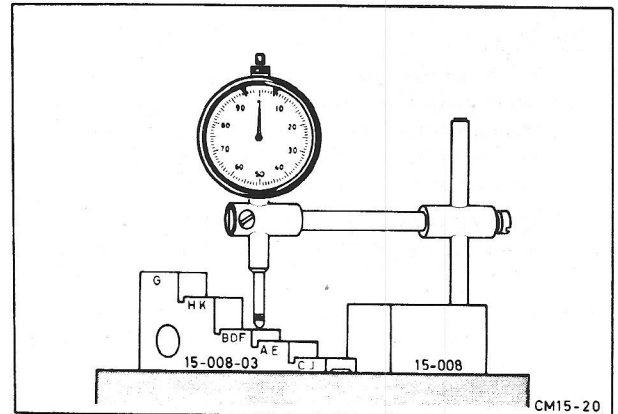
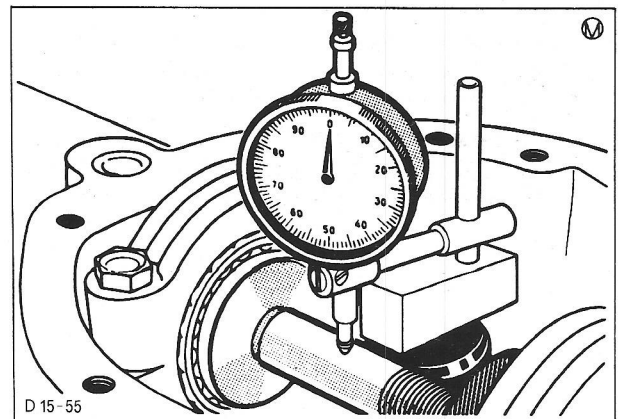

Fig.46 Nul-afstelling van de micrometer.
Fig.47 De naald van de micrometer staat op nul (max. tolerantie 0,01 mm).
28. Controleer nogmaals de nul-afstelling van de micrometer op het montageblok en het kaliber (fig.46). Plaats het kaliber op de pignonkop. Wanneer de stift van de micrometer nu weer in lengterichting over de kaliberstift wordt bewogen (zie punt 23) moet, wanneer de voorgaande metingen correct waren, de naald op nul blijven staan. De maximale tolerantie bedraagt 0,01 mm (fig.47).